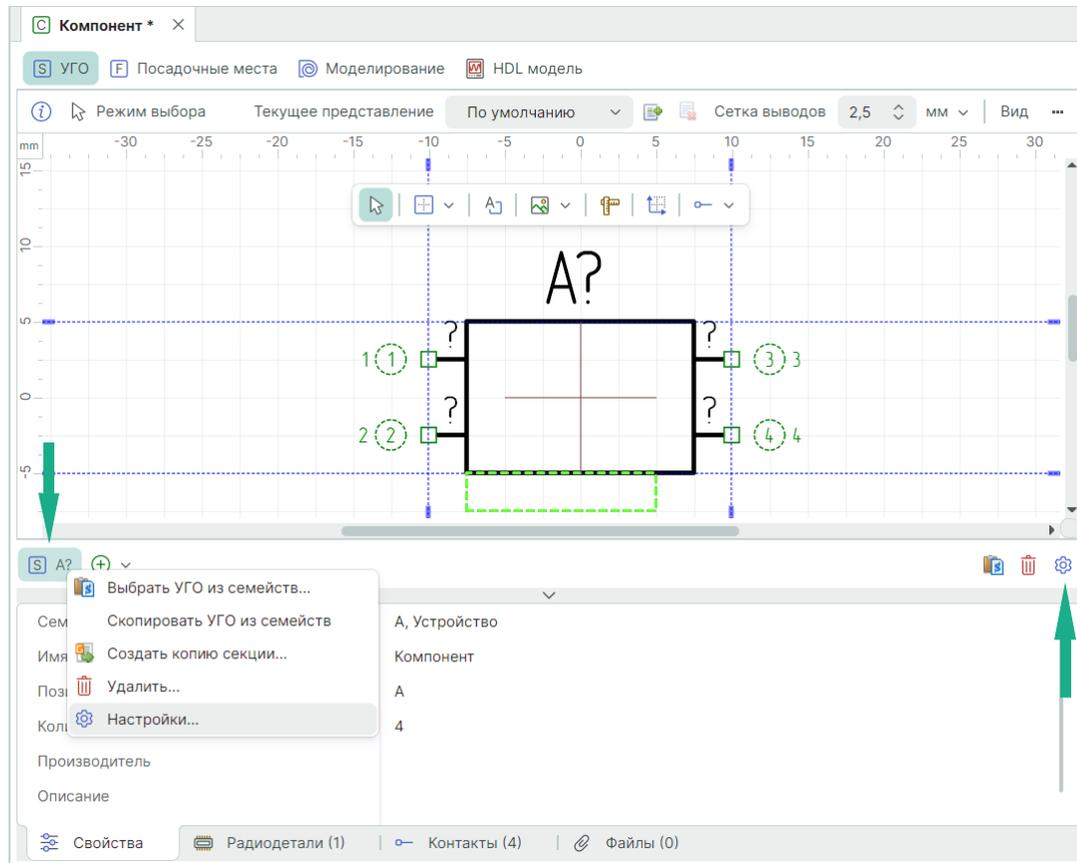

Рис. 225 Вызов настроек секций
1. Вызовите окно настроек из контекстного меню секции или с помощью символа , расположенного в правой части редактора, см. Рис. 225.